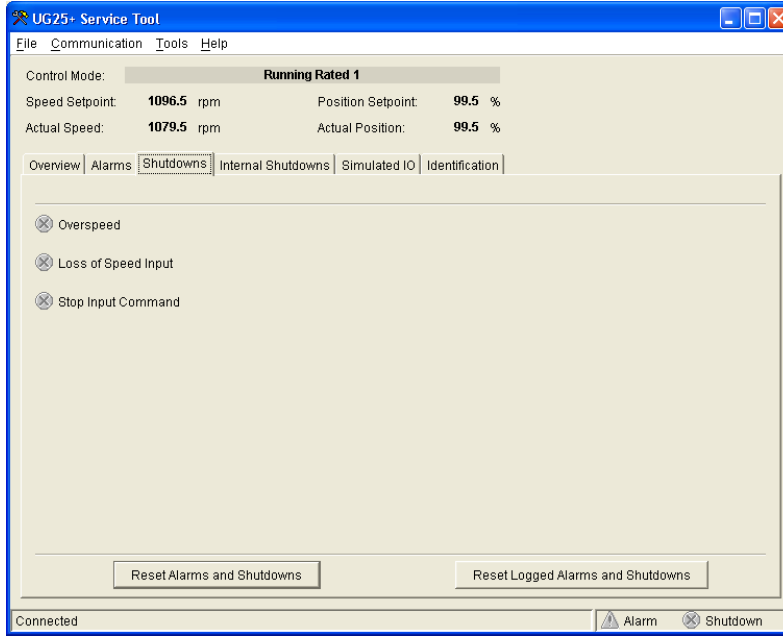

图 5-5. 服务工具 – 关机窗口
- 关机 (见图5-5)
在主窗口的关机和内部关机页（图5-5和5-6）可以监控关机状态。关机屏幕上的值随错误情况动态变化。所有错误的列表和细节参见第四章。